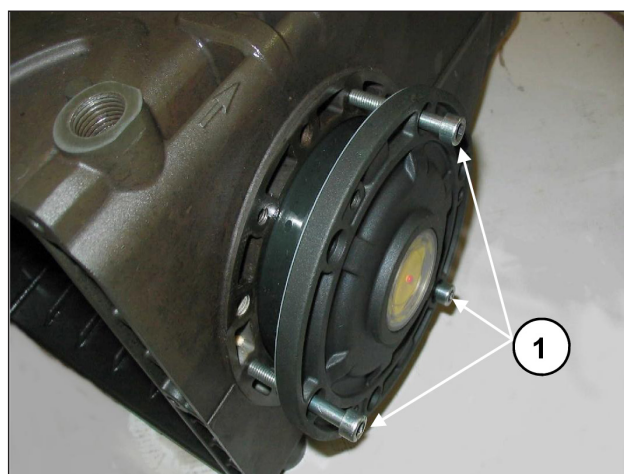

图 8
为了便于第一部分的注油和盖子在泵壳的插入，建议使用3个部分螺纹的M6×40螺丝(图 8, ①)，然后通过随附螺丝(M6x18)完成操作。